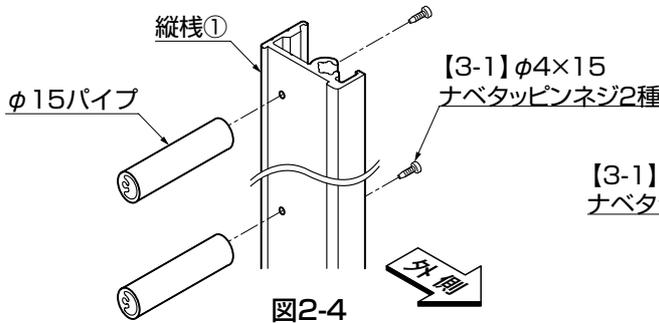
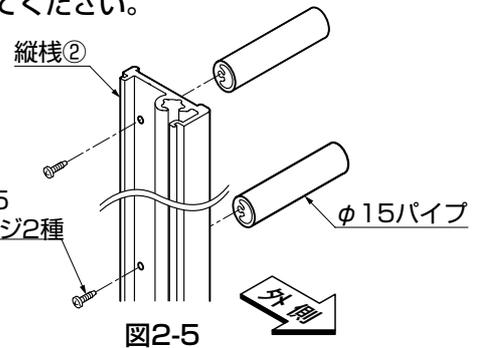

図2-4
図2-5
- 外側からパネルを見て右側へは縦棧①を、左側へは縦棧②を取付けてください。(図2-4、図2-5参照)